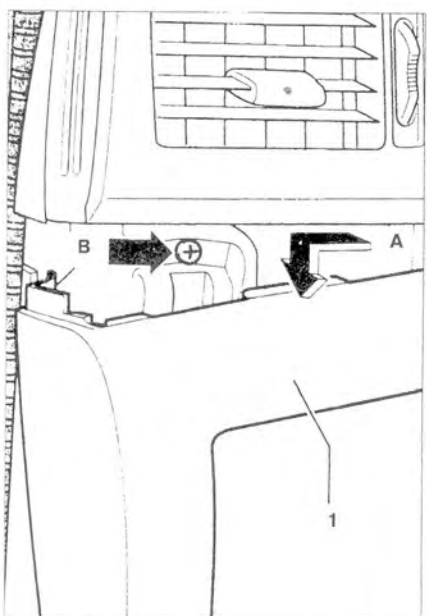

Рис. 9.19. Снимите панель 1 и опустите вниз (стрелка А). Открутите винты В.
8. Снимите панель 1 и опустите вниз (стрелка А) (рис. 9.19). Открутите винты В.